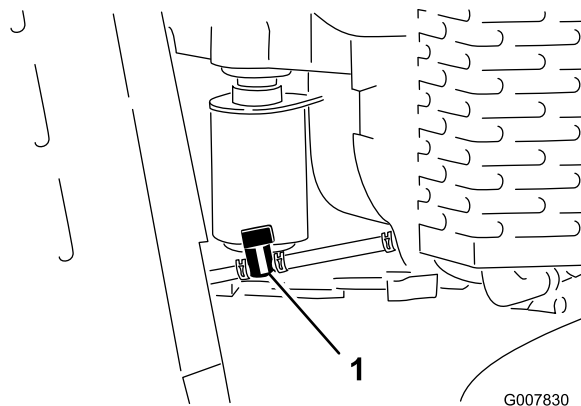

Figura 40
4. Ruotate la valvola di intercettazione del carburante in posizione chiusa (Figura 40).
5. Premete le estremità della fascetta stringitubo sul lato del motore della valvola di intercettazione e allontanatele dalla valvola facendole scorrere sul tubo di alimentazione (Figura 40).
6. Togliete i tubi del carburante dalla valvola (Figura 40).
3. Ruotate la valvola di intercettazione del carburante in posizione chiusa (Figura 40).
7. Ruotate la valvola di intercettazione del carburante in posizione aperta (Figura 40).